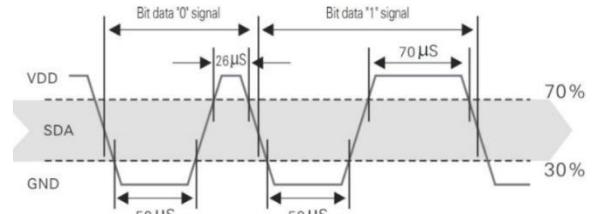

Figure 7 : détails des états 0 et 1 des bits
**Q6** : A partir du document technique DT1 (figure 7), donner les états des bits identifiés **DA** et **DB** sur la trame.